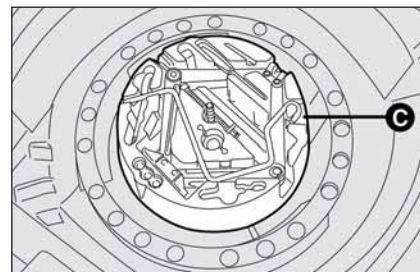

fig. 11
- ☐ vuelva a colocar en la caja de herramientas **C-fig. 11** el gato parcialmente abierto forzándolo un poco en su alojamiento para evitar posibles vibraciones durante la marcha;
- ☐ vuelva a colocar la caja de herramientas **C-fig. 11** en el maletero;